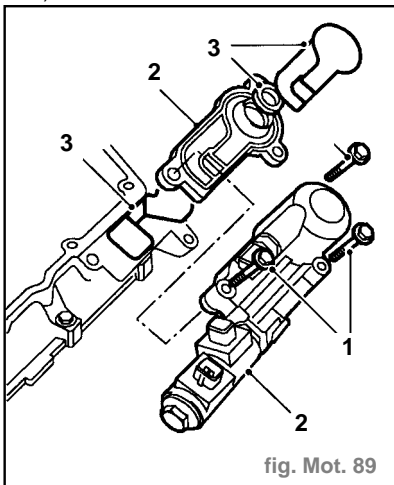

fig. Mot. 89
- Déposer le capteur, enlever le joint torique et le jeter (2).
- Enlever les 3 boulons maintenant le boîtier de commande hydraulique sur le support d'arbre à cames (1) (fig. Mot. 89).